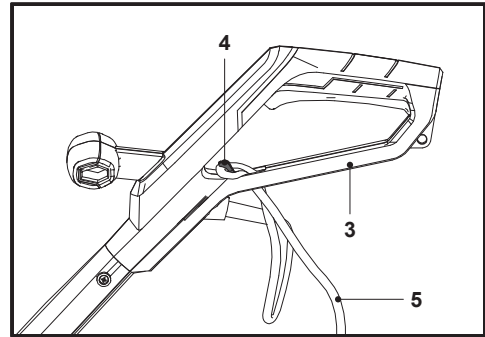

Fig. 5
2. Con el lazo de cable colocado sobre la sujeción (4), tire del cable de alimentación (5) con cuidado hasta confirmar que queda bien sujeto (Fig. 5).